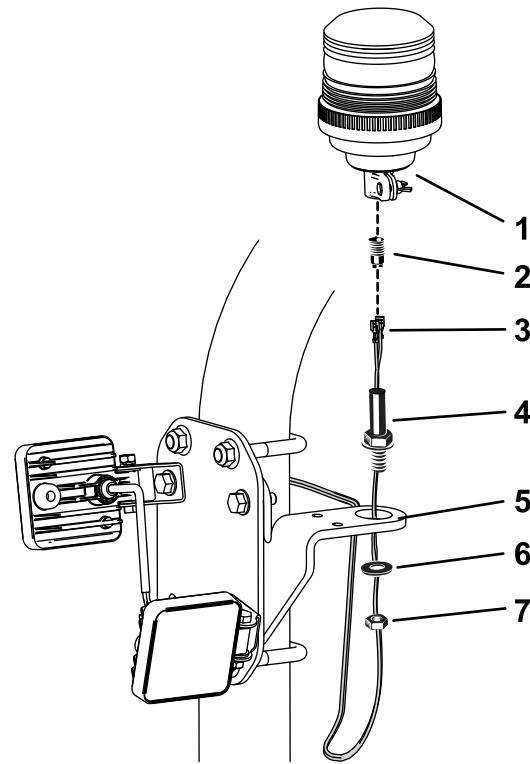

**Bild 4**
6. Schließen Sie die freien Anschlüsse am Kabelbaum der Rundumleuchte an die Kabelschuhe der Rundumleuchtenfassung an (Bild 4).